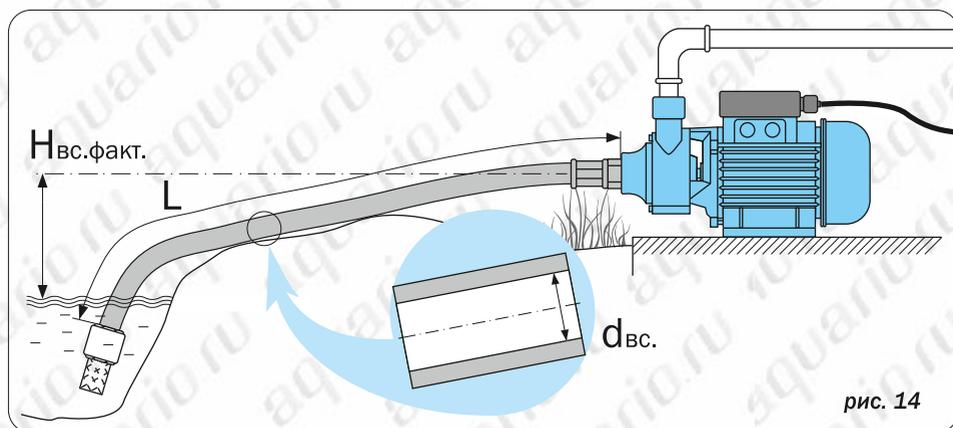

рис. 14
**Ключевые параметры всасывающей магистрали** (рис. 14):
Дано: рис.14 **Hвс.факт.** = 5 м **L** = 25 м